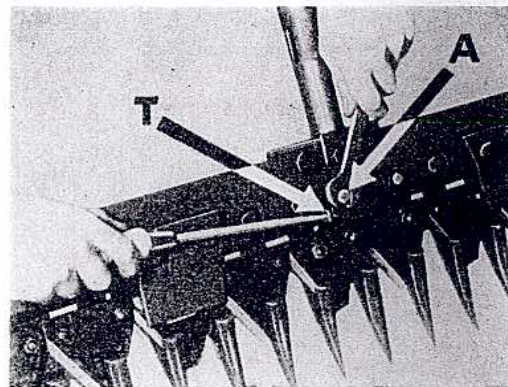
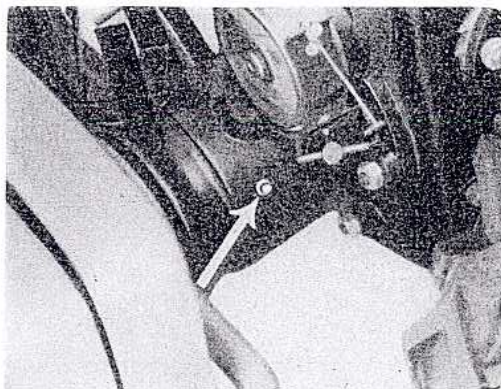
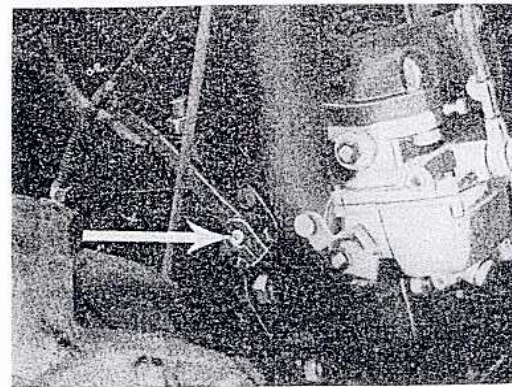

Fig. 16
Fig. 18
Fig. 19
4. Kontroller klaringen mellom tappen for drift av kniven (23) og knastene T på mellomledet. Hvis klaringen er større enn 0,1 mm (tykkelsen på et vanlig brevark) må man justere knastene T. For å kunne gjøre dette, skrues justeringsskruen A av. Etter at klaringen er justert, skrur man igjen på skruen A (fig. 16). For stor klaring kan være årsaken til store vibrasjoner, og dette kan resultere i brudd på noen av delene.
6. Smør ved hjelp av oljekanne (13) gearspakene, wirene og clutchen (55), koblingsanordningen for hjulene og leddet på universalkoblingen.
8. Smør utliggeren (fig. 18) og clutchfeste (fig. 19).
1. Kontroller knivens styreinnretninger. Knivens styreplater (17) slites alltid en del, slik at knivene stikker opp, og kan sette seg fast. For å unngå dette, tar man av bladene som er plassert under styreplatene (17) slik at de sistnevnte kommer litt lavere ned.
2. Kontroller klaringen for tappen som driver kniven (23), se side 15 fig. 16.